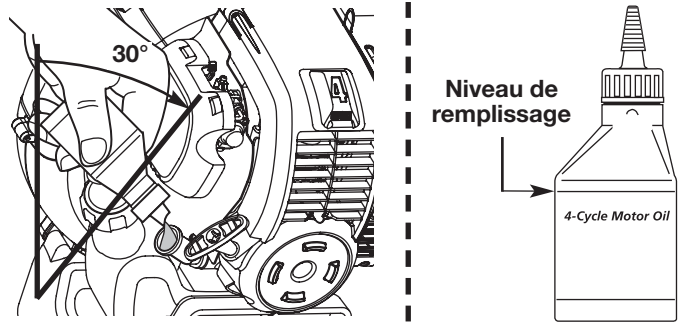

Fig. 22
4. Inclinez l'appareil vers le haut 30° (Fig. 22).
REMARQUE : Mesurez la quantité nécessaire à l'aide de la bouteille et de la buse utilisées lors de la mise en service. 90 ml (3,04 oz) correspond environ au haut de l'étiquette de la bouteille (Fig. 22). Vérifiez le niveau d'huile avec la jauge. S'il est trop bas, ajoutez un peu d'huile par l'orifice et revérifiez (Fig. 22). Ne remplissez pas trop.